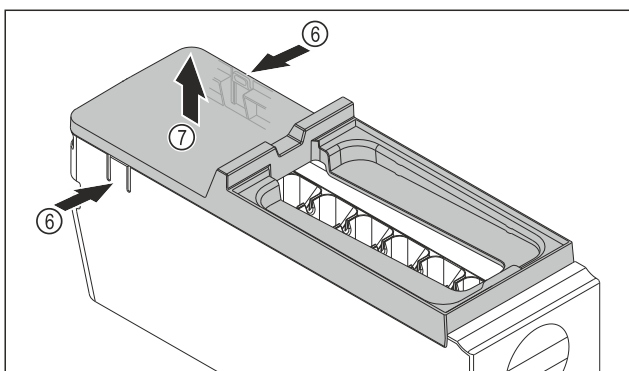

Fig. 97
- Afdekking van de EasyTwist-Ice-corpus wegnemen: Strips Fig. 97 (6) aan beide zijden van de EasyTwist-Ice-corpus met een hand indrukken.
- Afdekking Fig. 97 (7) met de andere hand van bovenaf wegnemen.